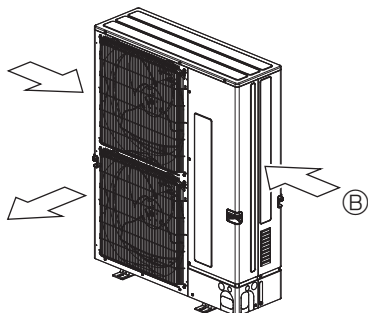

Fig. 2-6
- ③ Posisjoner enheten slik at luftutløpet står vinkelrett på den rådende vindretningen for årstiden, hvis det er mulig. (Fig. 2-6)